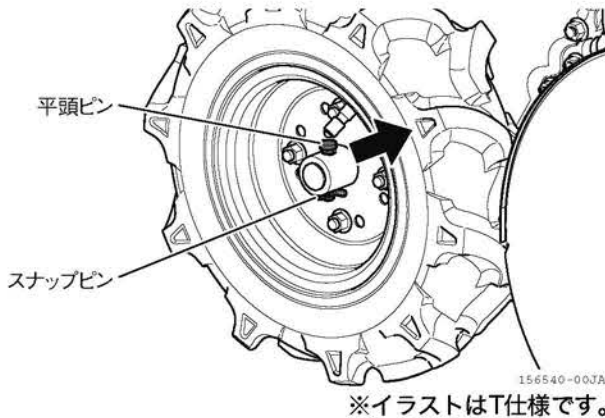

図 3-8 タイヤ幅の調節のしかた
1. タイヤのスナップピンを外し、平頭ピンを抜きます。(図 3-8)
2. タイヤを内側にずらします。(図 3-8)